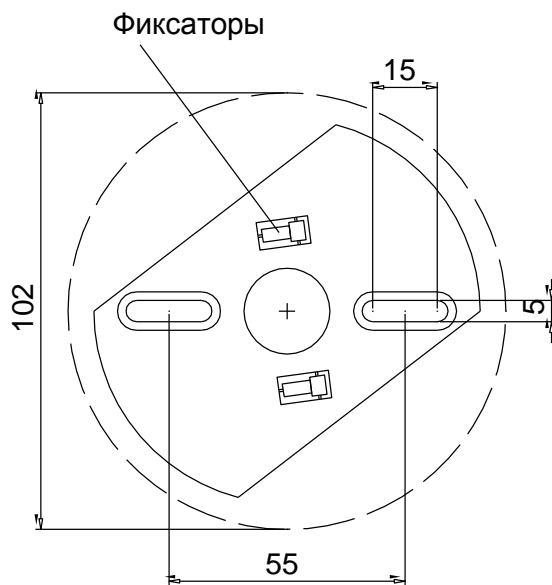

Рис. 2
2.2.3.2 Монтаж извещателя к поверхности несущих конструкций осуществляется с использованием базы, которая фиксируется согласно разметки на рис.2.
2.2.3.4 Конструкцией извещателя предусмотрена защита от несанкционированного извлечения из базы. Для этого необходимо выломать один фиксатор из базы (рисунок 2), и установить его в отверстие обозначенное на рисунке 1.